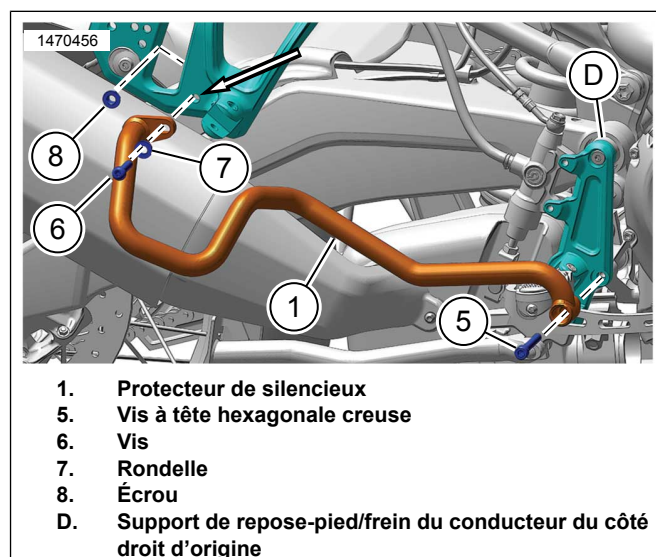

Figure 3. Protecteur de silencieux
1. Voir la Figure 3. Installer le protecteur de silencieux (1).